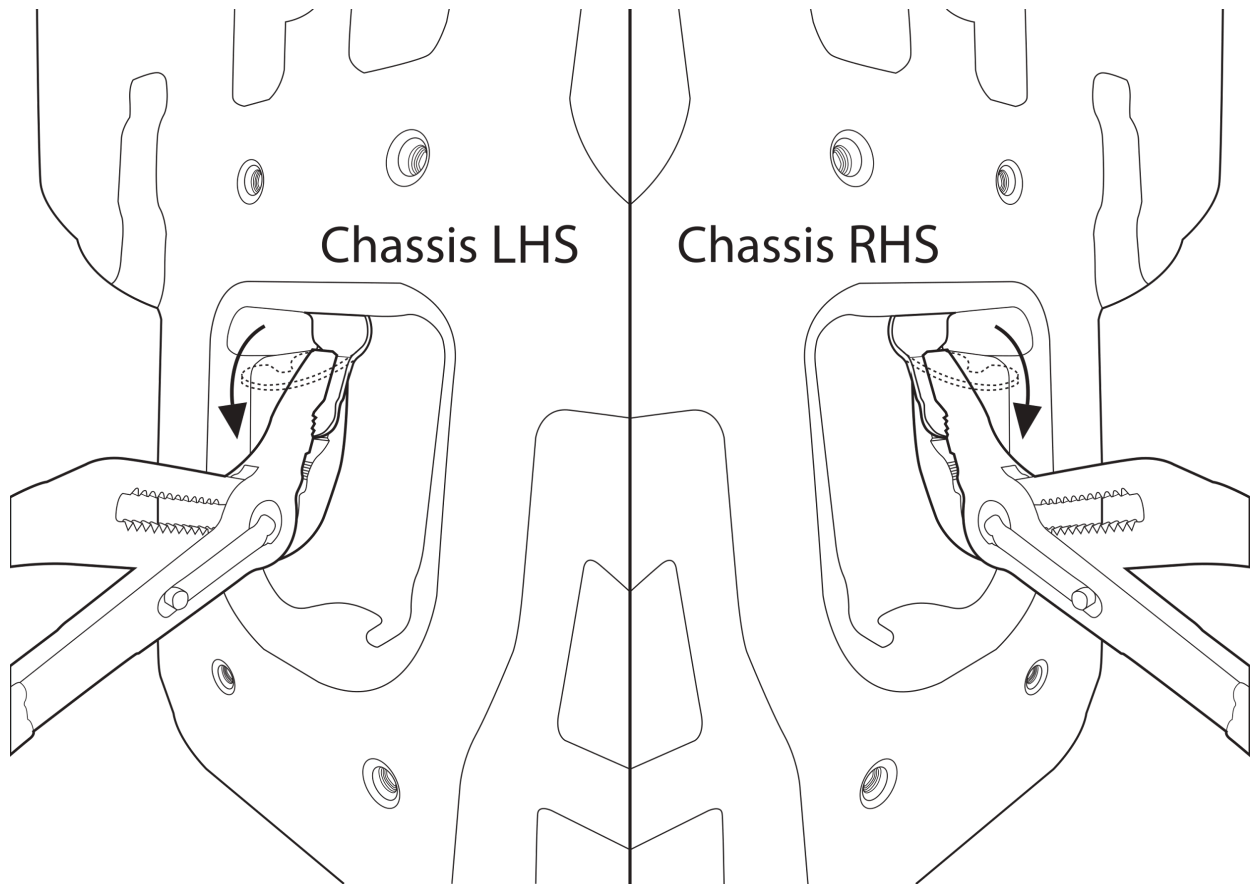

Fig. 5
2. Отогните обозначенные части, как указано на рис. 5.